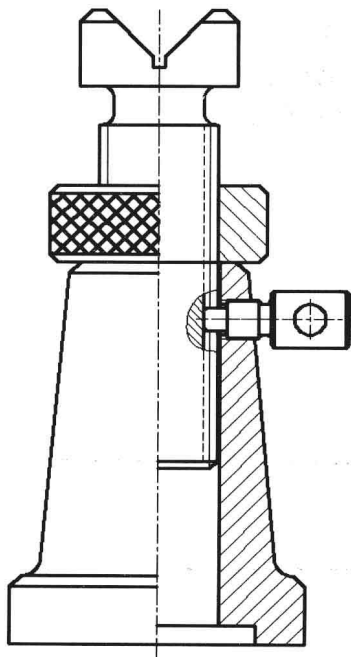

图6-6-11
(16) 零件图组合可调支座装配图完成，如图6-6-11所示。